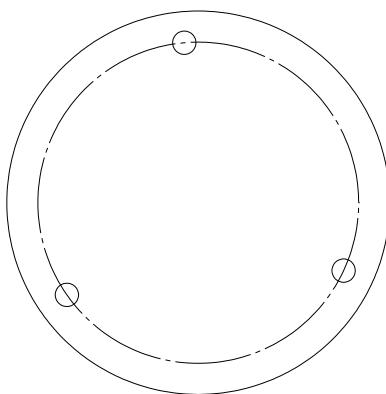
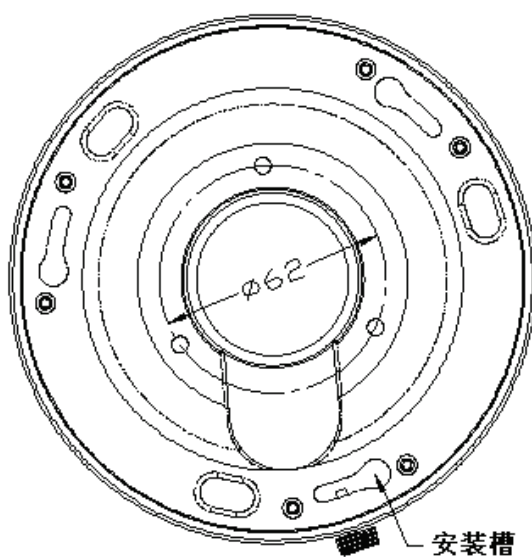

图 2-2-9 安装定位卡片
图 2-2-10 吸顶盘安装图
- ◆ 安装墙体为水泥时，将附件中的定位卡片粘在需要安装的位置，对照卡片上的三个定位孔，如图 2-2-9，在墙面上开三个 $\Phi 5$ 的圆孔。然后将水泥螺钉打入，再使用自攻螺钉固定吸顶盘，如图 2-2-10。